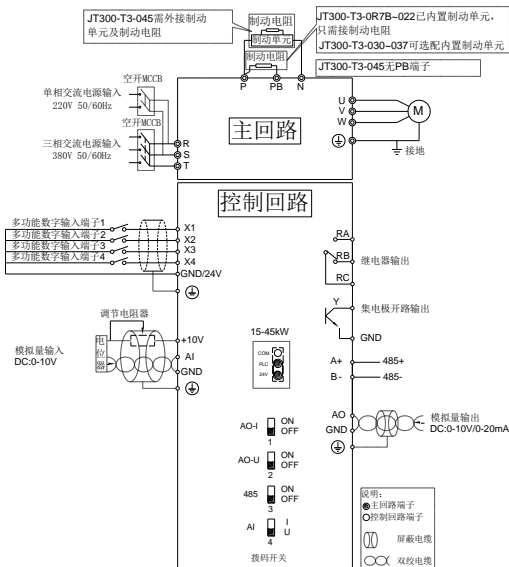

图 1-2 变频器 15-45kW 接线示意图
2. JT300 系列变频器 15-45kW 接线方式如图 1-2 所示: